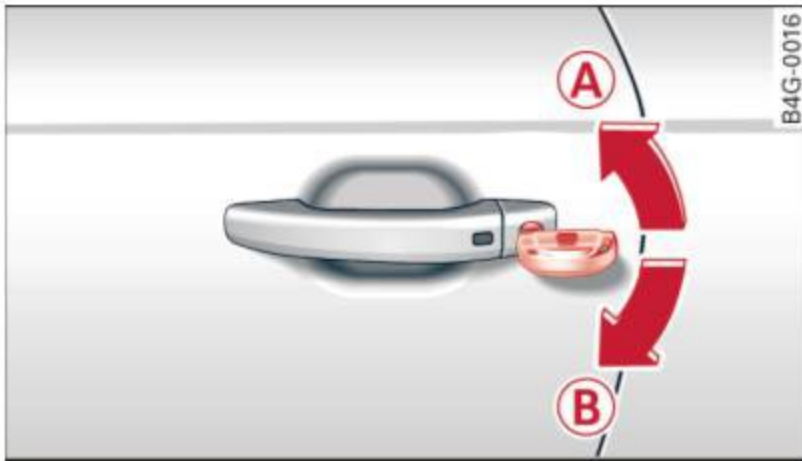

Fig. 31 Tournez la clé pour ouvrir et fermer
- ▶ Tournez la clé en position ⇒ fig. 31 (A) jusqu'à ce que toutes les vitres aient atteint la position désirée.